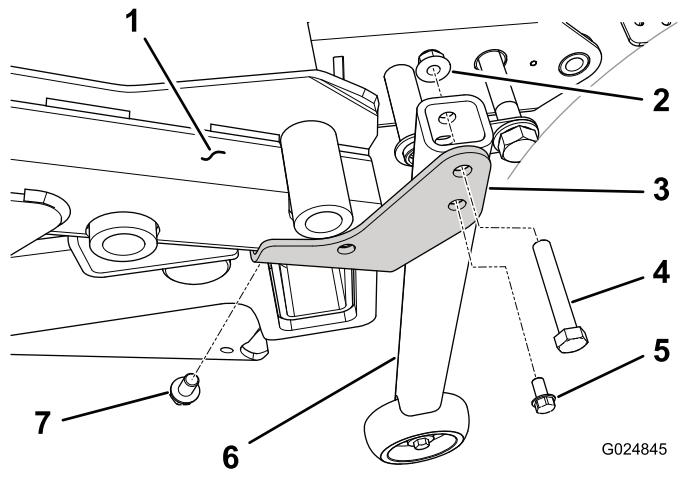

Рисунок 48
часть соответствующего заднего угла рамы деки, используя самонарезающий винт ( $\frac{3}{8}$  x  $\frac{5}{8}$  дюйма) (Рисунок 48).
- Установите ролик в сборе на каждый переходной кронштейн при помощи болта ( $\frac{3}{8}$  x 2 $\frac{1}{4}$  дюйма) и фланцевой гайки (Рисунок 48).